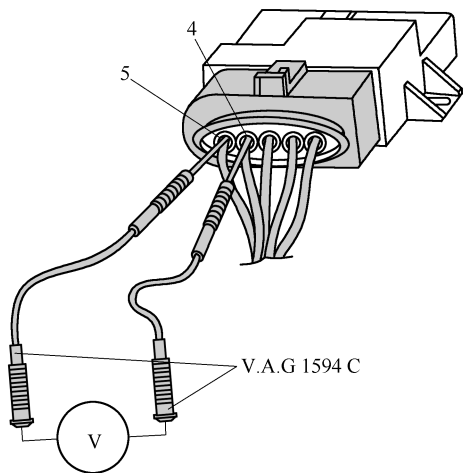

图 1-4-8 将万用表连接在端子 4 与 5 之间
- (3) 检测燃油泵控制单元 J538 的控制。如图 1-4-8 所示，将万用表置于电压检测挡，然后用测量针和测量辅助套件 V. A. G1594C 中的辅助导线连接在端子 4 与 5 之间，插接器保持插上状态。